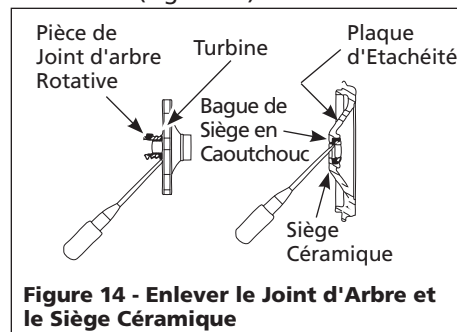

Figure 14 - Enlever le Joint d'Arbre et le Siège Céramique
9. Soulever à l'aide d'un levier, la pièce de joint d'arbre rotative de la turbine (Figure 14).
10. Appuyer sur, ou soulever la siège céramique de la plaque d'étanchéité (Figure 14).